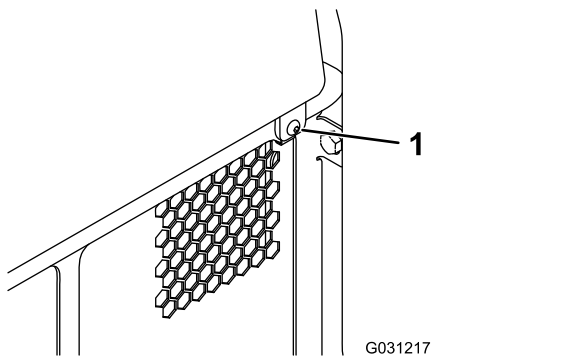

**Bild 33**
1. Heben Sie die Nase an, mit der die Stützstange befestigt ist (Bild 33)